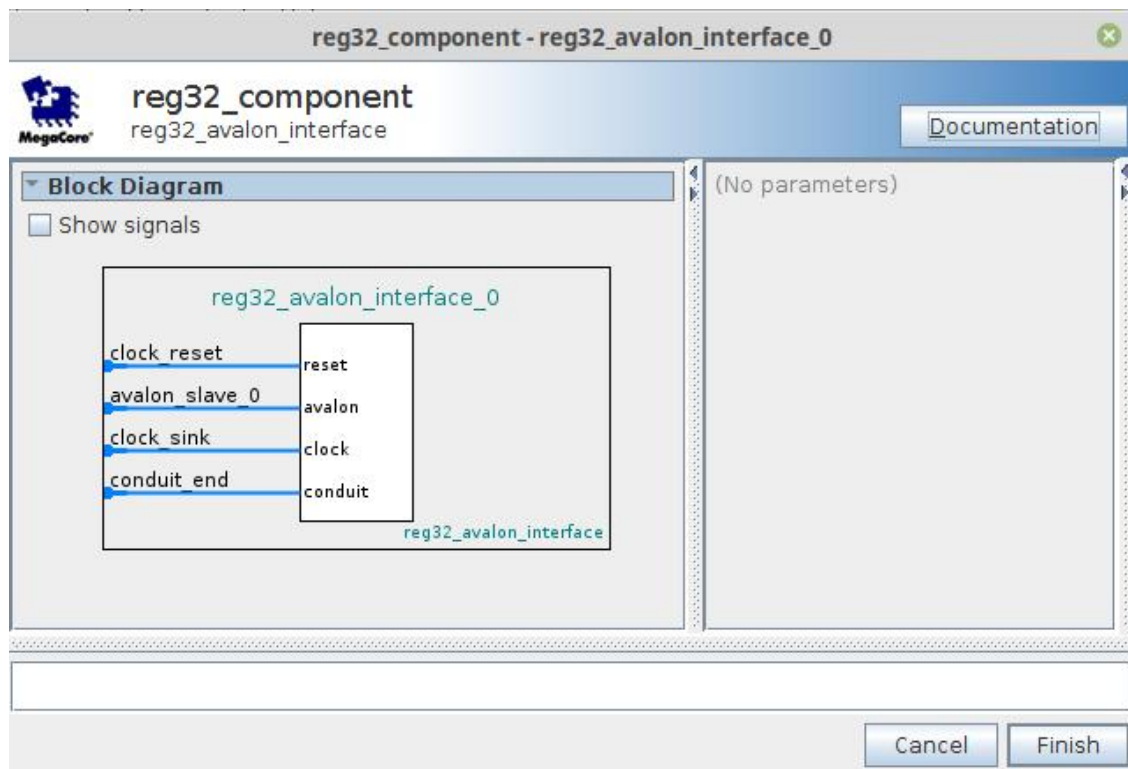

Рис. 31. Додання до проекту reg32_component
14. Ви повернулися до головного вікна *Platform Designer*. Додайте щойно створений компонент. При додаванні відкриється вікно, зображене на рис. 31. Натисніть *Finish*.